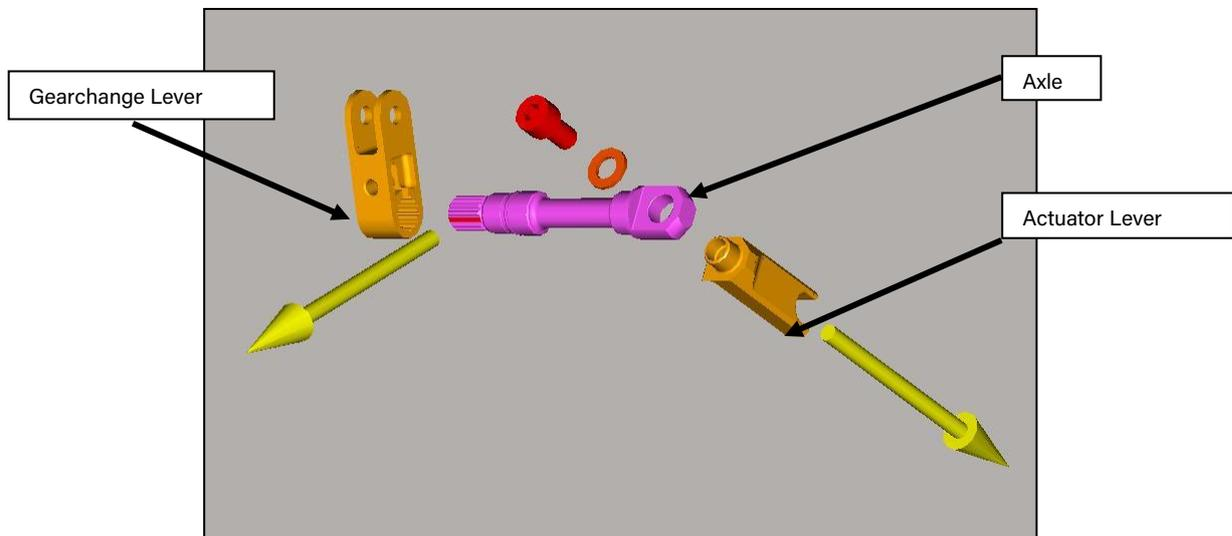

Bild 5
- Den "Actuator Lever" (Pos.: 12) auf die Achse stecken und mit Scheibe (Pos.: 5) und Schraube (Pos.: 3) befestigen. Die Schraube mit Loctite 270 sichern und mit 8Nm anziehen. Vor der Montage darauf achten, dass die Ausrichtung der Teile stimmt (fehlender Zahn an der Achse; siehe Bild 5).